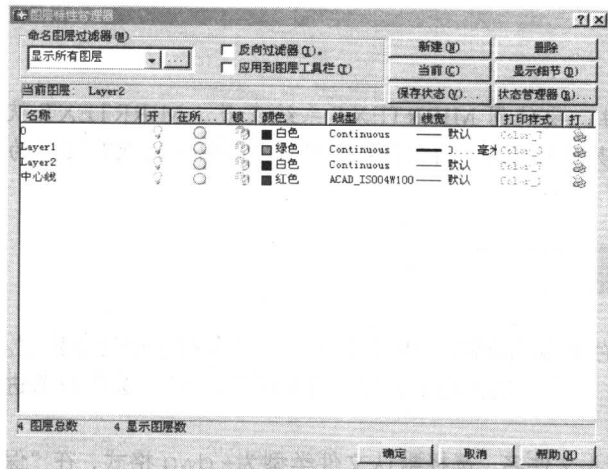

图 1.3-1-2
(1) 绘图前的准备工作
- ① 启动 Auto CAD 中文版。
- ② 设置图层。单击“图层”工具栏中的 按钮或在命令行中输入 LA 后按回车键，弹出“图层特性管理器”对话框，如图 1.3-1-2 所示。